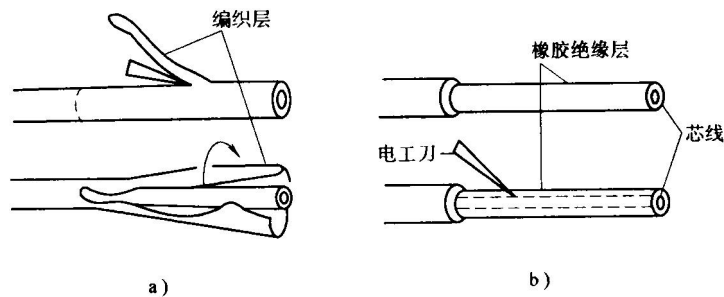

图 8-5 橡皮线绝缘层的剖削
③最后剥离棉纱层至根部，并用电工刀切去。操作过程，如图 8-5 所示。